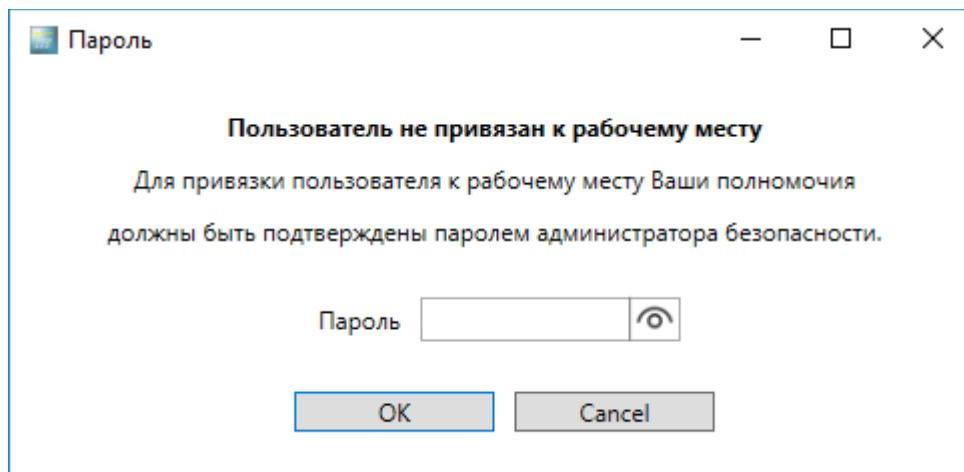

Рисунок 19-31
3. В появившемся окне Рисунок 19-31 ввести пароль администратора безопасности (поставляется на бумажном носителе). После проверки пароля будет осуществлен вход в систему и привязка пользователя.